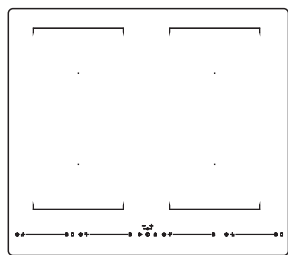
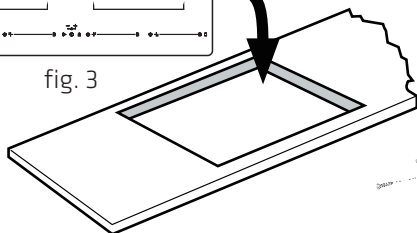

fig. 3
fig. 4
3. Placer hoben i udskæringen (fig. 3). Tryk forsigtigt ned, så den sætter sig helt på plads, og fugningen komprimeres jævnt, så der dannes en kontinuerlig forsegling langs den ydre kant (fig. 4).
4. Brug ikke yderligere lim til at fastgøre hoben til bordpladen. Sikr den kun med de medfølgende montageskruer/braketter på produktet (se fig. 4).